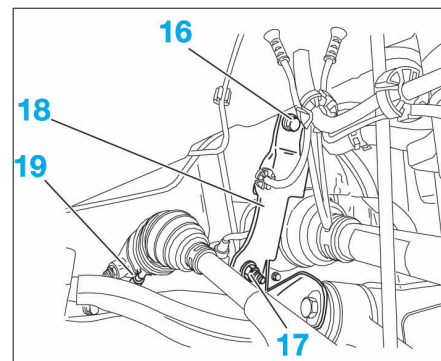

FIG. 16
- les vis (16) et (17) (Fig.16).
- le tirant avant droit de berceau (18).
- le boîtier de direction (19) par le côté droit.